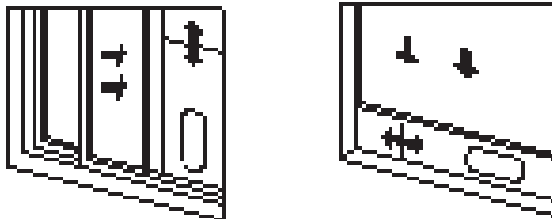

Abb. 5
- ▶ öffnen Sie das Fenster zur Hälfte und montieren Sie horizontal oder vertikal die Dichtplatte aus dem Satz (22)
- ▶ bewegen Sie die Elemente der Dichtplatte, stellen Sie den Abstand der Platten so ein, dass sie den nach dem Bewegen des Fensters (Abb. 5) entstandenen Raum dicht ausfüllen, und dann blockieren Sie mit einer Schraube, gegebenenfalls schneiden Sie die Platte auf die richtige Länge ohne Spalt ab.